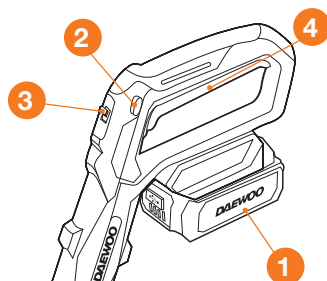

Рис. 6
- Нажмите кнопку блокировки включения **2** (Рис. 6).
- Продолжая удерживать кнопку блокировки включения **2**, прижмите клавишу включения **4** двигателя к рукоятке (Рис. 6). Двигатель заработает и катушка начнет вращение.
- Отпустите кнопку блокировки включения **2**, продолжая прижимать клавишу включения **4** двигателя, приступайте к работе (Рис. 6).
- Для остановки двигателя отпустите клавишу включения двигателя **4** (Рис. 6).
- Достаньте аккумулятор **1** (Рис. 6).